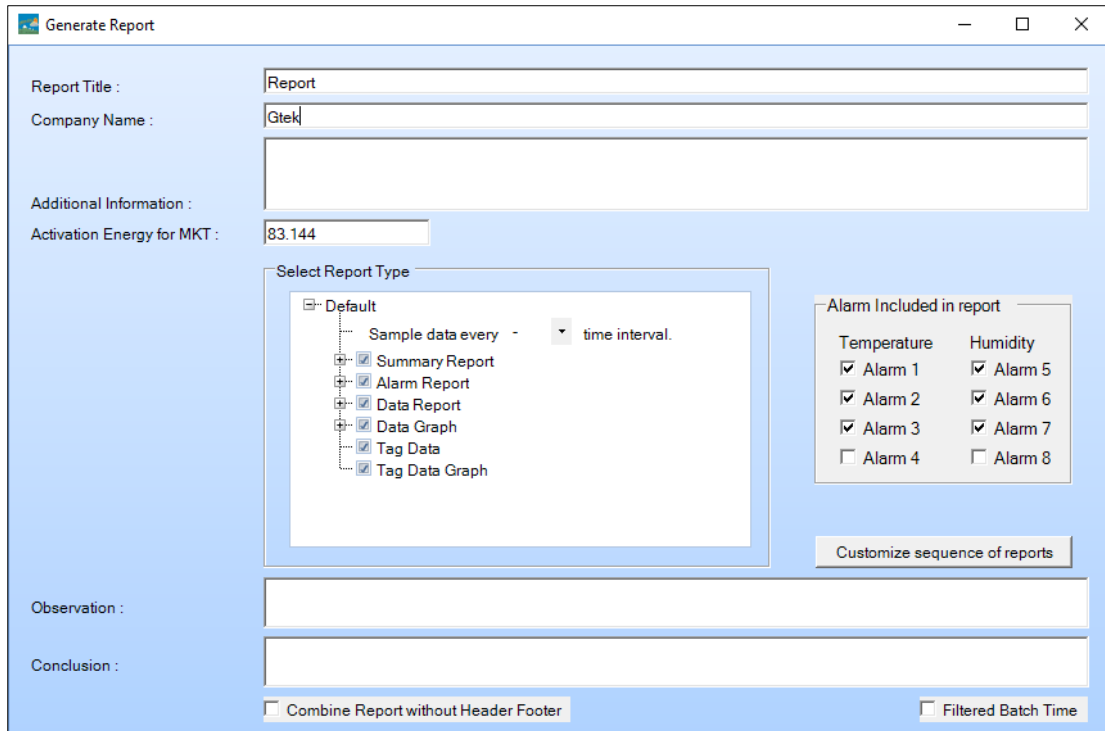

图 16 填写选项以生成 PDF 报告
- 要生成 PDF 数据报告，请点击图标。  弹出窗口将显示以下选项，如图 16 所示。